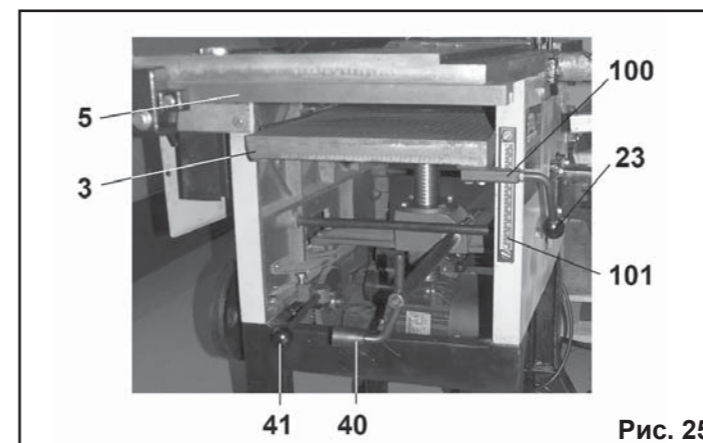

Рис. 25
9.3.2. Перед строганием промерьте толщину заготовки по всей длине. По шкале (101) установите максимальную толщину заготовки (88), для чего рычагом (23) ослабьте фиксацию положения рабочего стола (3); вращением вправо/влево ручки (40) переместите рабочий стол (3) вверх/вниз, положение зафиксируйте рычагом (23), Рис.25.